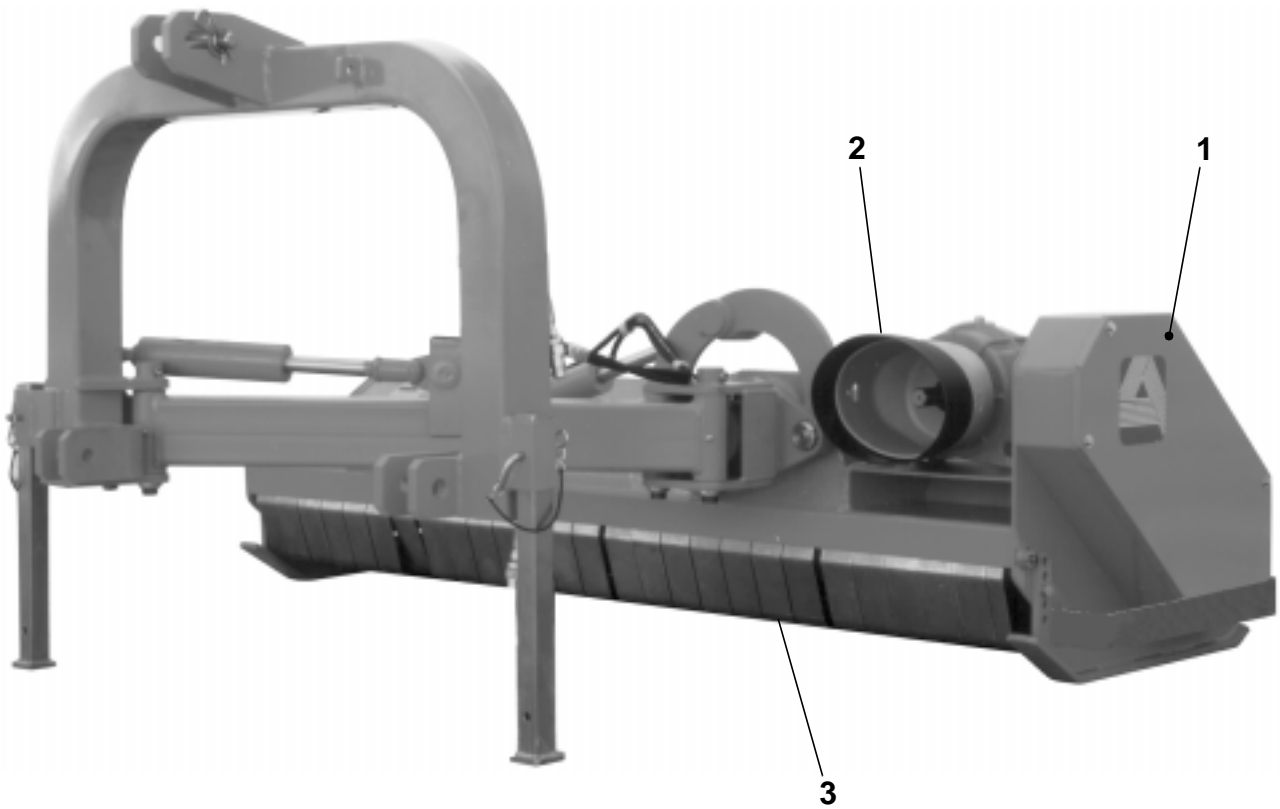

Fig. 5-4 Componenti di sicurezza - Safety devices
**Trasmissione a cinghie (Fig. 5-4):**
**Protezione scatola ingranaggi (Fig. 5-4):**
**Protezione operatore (Fig. 5-4):**
**Belts transmission (Fig. 5-4):**
**Gearbox protection (Fig. 5-4):**
**Operator protection (Fig. 5-4):**